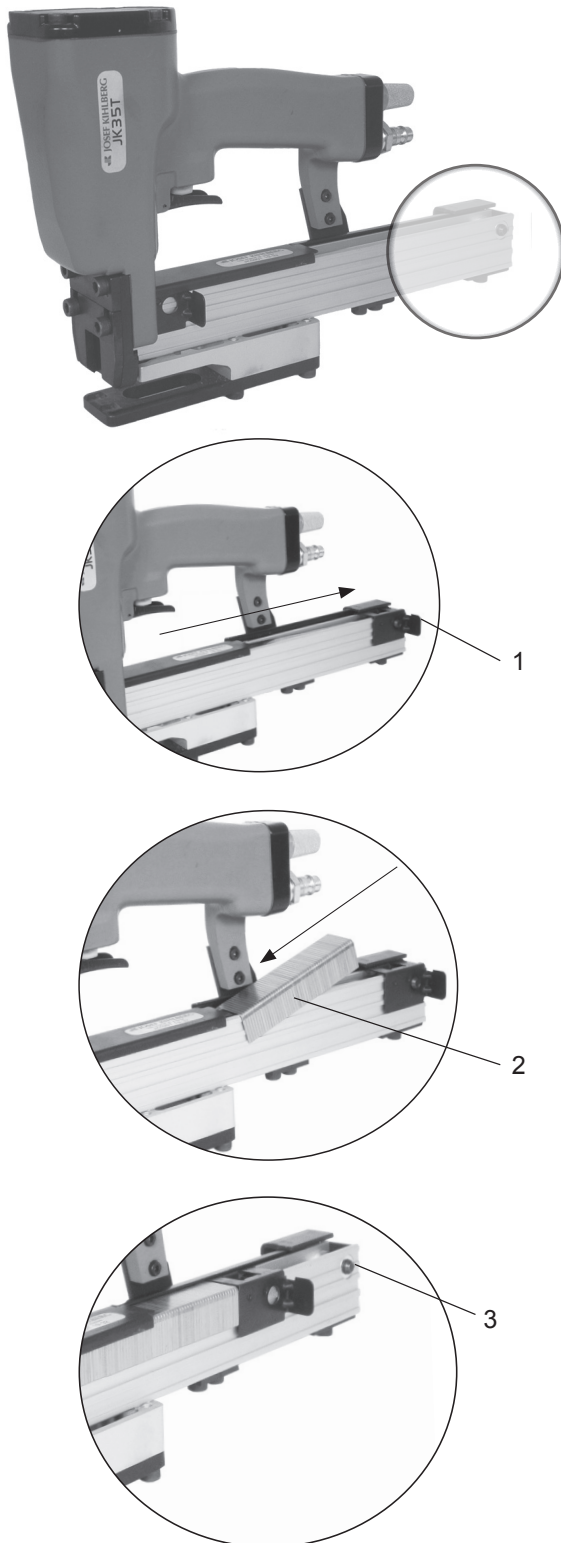

Fig. 5
1. För frammataren helt tillbaka tills den snäpper in runt parkeringsknappen (Fig. 5/1).